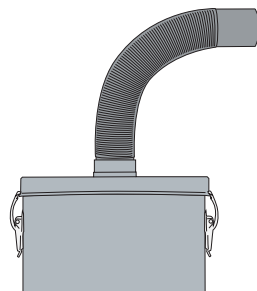
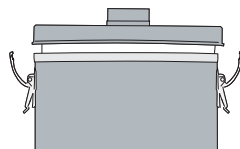

figura 5
figura 6
En prime lugar, enrosque el cable multifilamento. Introduzca el cable en la terminal (pequeño conector con terminación azul). Utilice un alicate para apretar la terminal en dos lugares: primero por delante para sostener el cable y después por detrás para apretar el aislante (**figura 5**). Si el aislante no recubre por completo el cable pelado, utilice cinta aislante para aislar correctamente el cable y evitar así cualquier tipo de contacto entre los dos cables. Introduzca la terminal en la toma de bajo voltaje (**figura 6**).
2. Quitar la manguera del adaptador en la tapadera del aparato (**figura 5**).
3. Deshacer los 2 ataderos y quitar la tapadera del aparato (**figura 6**).